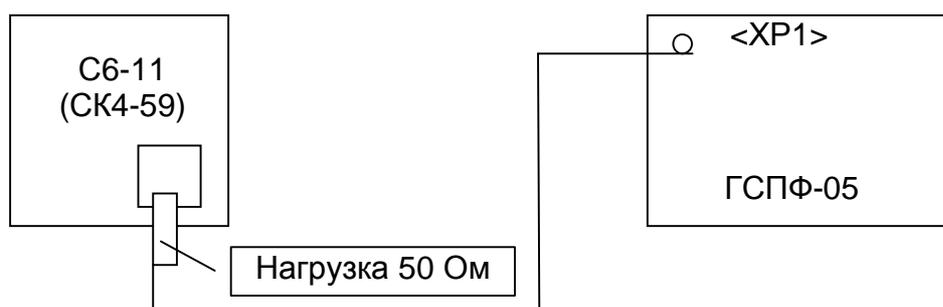

Рис. 7. 9
7.5.3.7.1 Собирается измерительная схема так, как показано на Рис. 7. 9.